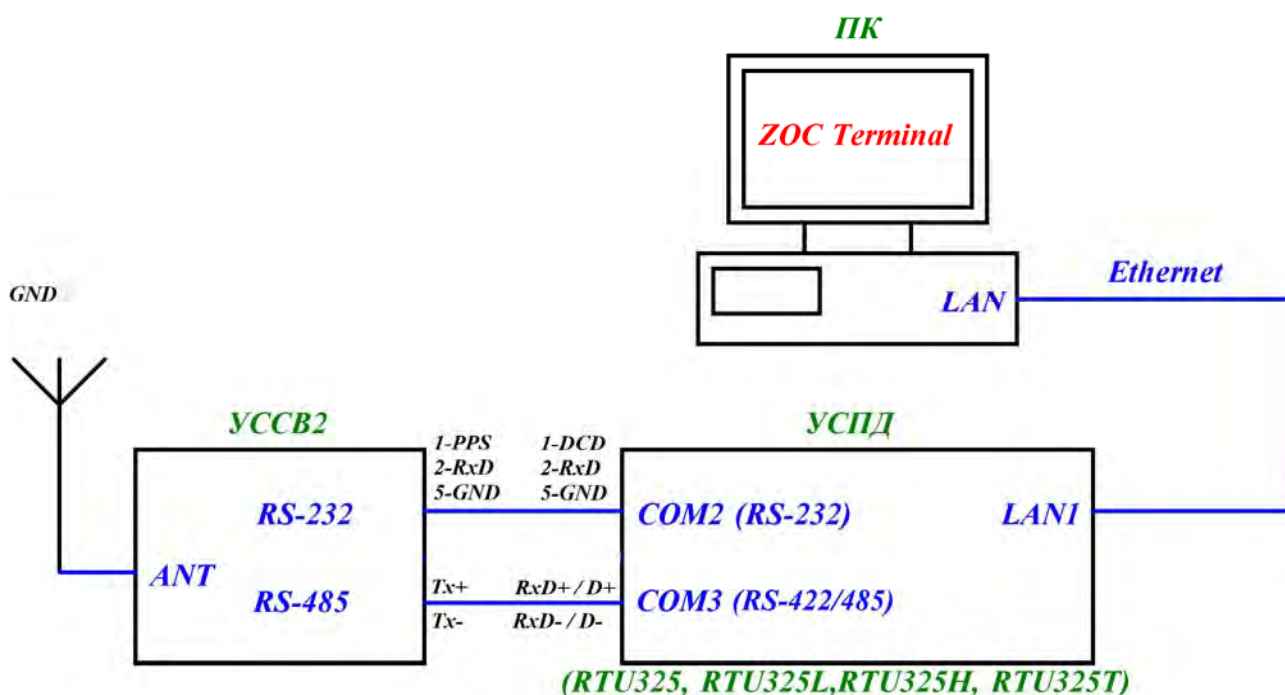

Рисунок 1
2.3.1.1 Собрать схему согласно рис. 1.